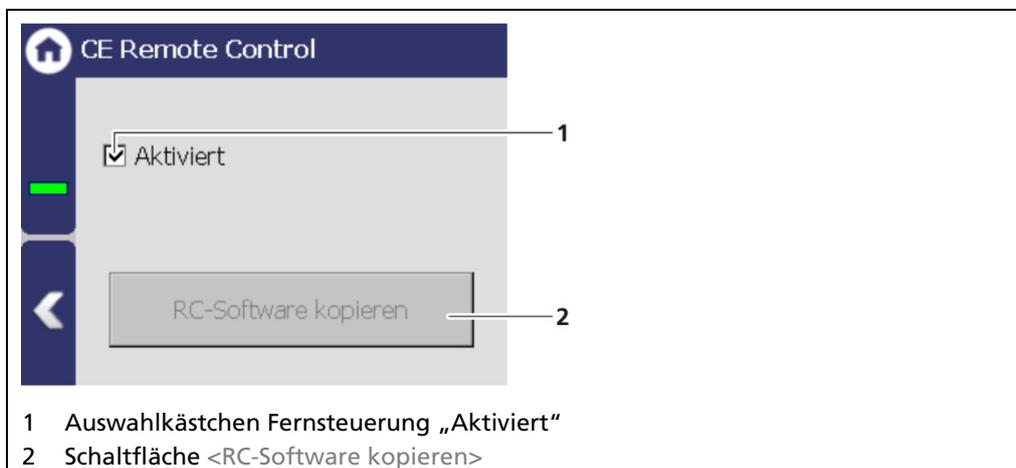

Abb. 47 CE Remote Control
Mit der Aktivierung (Abb. 47, Pos.1) des CE Remote Controls (Fernsteuerung) kann das Gerät über die Netzwerkverbindung bedient werden. Die Software der Fernsteuerung (RC-Software) ist auf dem Gerät gespeichert und kann auf einen USB-Speicher kopiert werden.
- ▶ Der USB-Speicher wird nach einigen Sekunden vom System erkannt und die Schaltfläche <RC-Software kopieren> (Abb. 47, Pos.2) kann angeklickt werden.
2. Klicken Sie die Schaltfläche <RC-Software kopieren> (Abb. 47, Pos.2) an.
Damit die Remote Control funktioniert, muss das Auswahlhäkchen im Menü „CE Remote Control“ auf „Aktiv“ (Abb. 47, Pos.1) gesetzt sein.